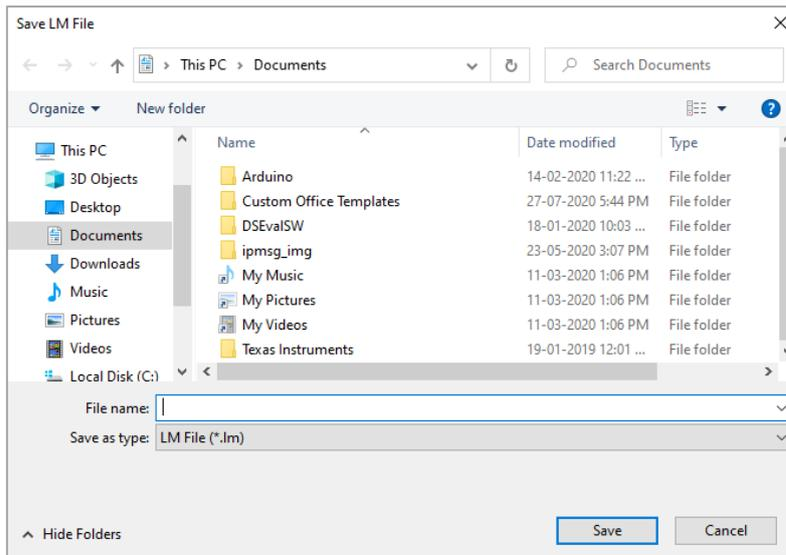

Figura 12 Selección de la ubicación del archivo para guardar el resumen de datos
- Seleccione la opción de descarga, elija la ruta de archivo y el nombre de archivo por lotes adecuados para guardar el archivo de datos y presione el botón en la ventana emergente como se muestra en la figura 12.